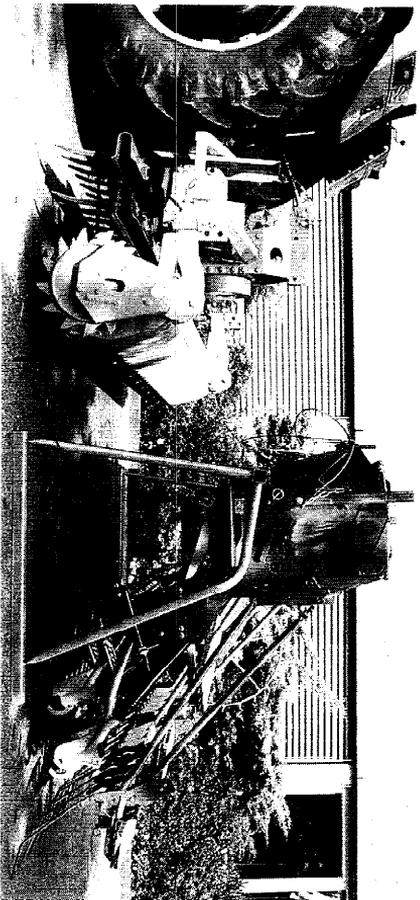

Fig. 12
- Reculer avec la combinaison d'outils jusqu'au semoir posé sur les béquilles (fig. 12).
- Soulever l'ensemble de la combinaison et retirer les béquilles (fig. 12/1).